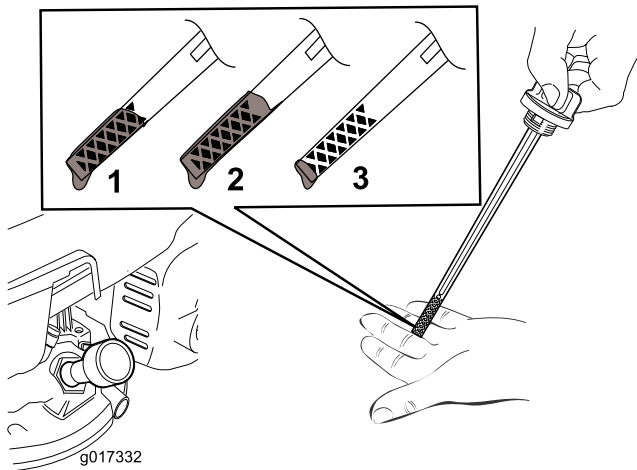
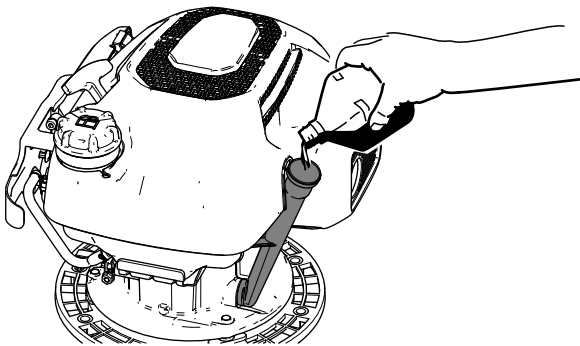

Figura 34
Figura 35
5. Dacă nivelul uleiului este aproape sau sub marcajul limitei inferioare de pe joja (Figura 34), turnați încet uleiul de motor specificat în gâtul de umplere (Figura 35) și așteptați 3 minute.
5. Aezați pe sol, sub punte, o tavă de scurgere pe partea gâtului de umplere cu ulei al mâinii (Figura 35).
1. Turnai încet uleiul de motor specificat în gâtul de umplere cu ulei (Figura 35) i așteptai 3 minute.